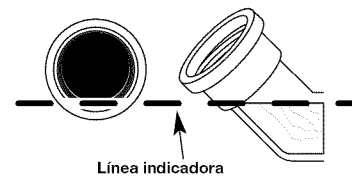

Fig. 20
3. Revise el orificio de llenado de aceite (Fig. 20). Si el nivel de aceite llega hasta la primera rosca, entonces no añada más aceite. Si no es así, continúe llenando con aceite hasta que llegue a la marca.